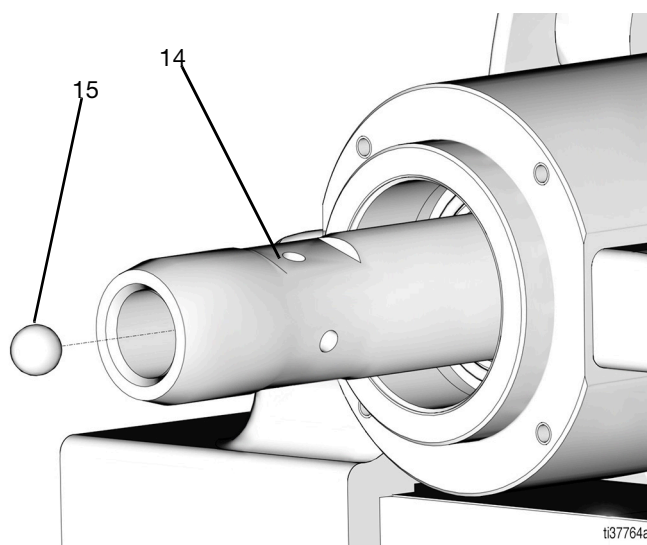

Рис. 13
15. Извлеките стопорный шарик (15) из внутренней части штока поршневого насоса (14) и отложите его (Рис. 13).